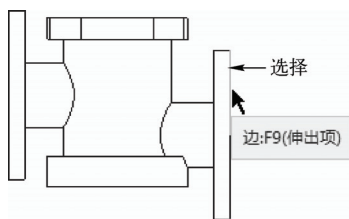

图 14-33 选择参照边
STEP 03 在绘图区图形的右侧边上单击鼠标左键，选择参照边，如图 14-33 所示。